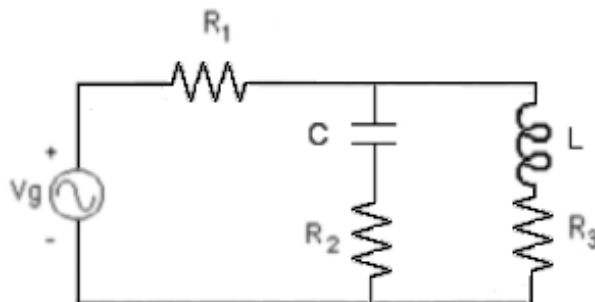

Figura 7.3.- Circuito para análisis en régimen sinusoidal permanente
- 5.- Realice el análisis TRANSIENT del circuito de la Figura 7.3 para determinar la magnitud del voltaje y de la corriente en la rama capacitiva (formada por el condensador y la resistencia  $R_2$  en serie). Calcule con la mayor precisión posible el desfase entre ambas señales, tanto teóricamente como a partir de la gráfica de SPICE, ayudándose de las herramientas que ofrece el programa. (Nota: Como la escala de la corriente puede ser mucho menor que la del voltaje sobre el condensador cuando se colocan en la misma gráfica, para determinar el desfase puede hacerlo graficando el voltaje en el condensador y el voltaje sobre  $R_2$ , ya que el voltaje y la corriente en la resistencia tienen la misma fase). Determine la impedancia (módulo y ángulo) de dicha rama.
- 6.- Realice el análisis TRANSIENT del circuito de la Figura 7.3 para determinar la magnitud del voltaje y la corriente de la rama inductiva (formada por la inductancia y la resistencia  $R_3$  en serie) y calcule el desfase entre ambas señales, tanto teóricamente como a partir de la gráfica de SPICE. Determine la impedancia (módulo y ángulo) de dicha rama.
- 7.- Realice el análisis TRANSIENT del circuito de la Figura 7.3 para mostrar el voltaje y la corriente de la impedancia en paralelo (voltaje sobre la impedancia en paralelo y corriente en  $R_1$ ) y calcule el desfase entre ambas señales, tanto teóricamente como a partir de la gráfica de SPICE. Determine la impedancia (módulo y ángulo) de dicho arreglo en paralelo.